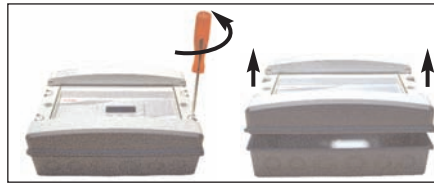

fig. 2
2. Los de 4 schroeven met een aangepaste platte schroevendraaier. Verwijder het deksel van de behuizing (fig. 2)